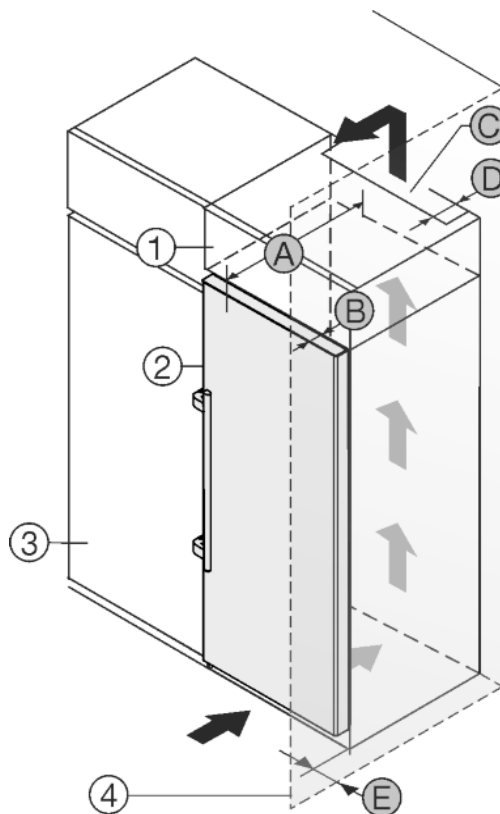

Fig. 9
Устройство может быть окружено кухонными шкафами. Чтобы уравнять устройство Fig. 9 (2) по высоте с кухонной стенкой, можно установить над устройством дополнительный шкафчик Fig. 9 (1).
Установить устройство можно непосредственно рядом с кухонным шкафом Fig. 9 (3). Чтобы можно было полностью открыть двери, устройство должно выступать на глубину Fig. 9 (B) относительно передней стенки кухонного шкафа. В зависимости от глубины кухонных шкафов и использования пристенных распорок устройство может выступать и больше.
- На задней стенке дополнительного шкафчика должен быть вентиляционный канал с глубиной Fig. 9 (D) по всей ширине этого шкафа.
- Нужно соблюдать вентиляционное отверстие Fig. 9 (C) под нижней панелью.
Если устройство установлено на шарнирах у стены *Fig. 9 (A)*, то нужно соблюдать расстояние *Fig. 9 (E)* между устройством и стеной. Настолько выступает ручка при открытой двери.